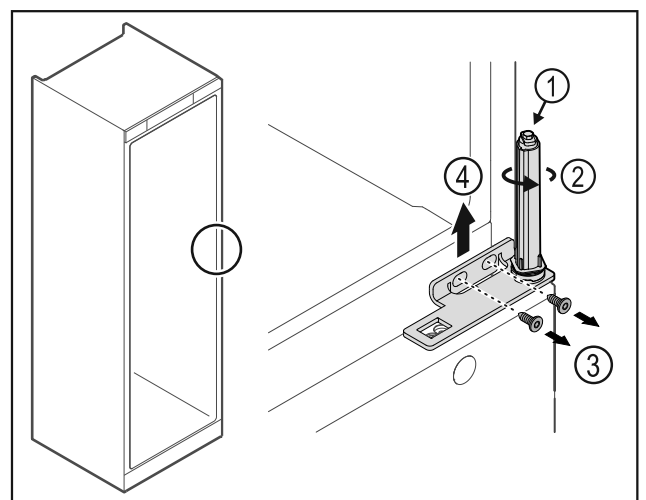

Fig. 32
- Türschließsystem nicht zerlegen Fig. 32 (1).
- Schließsystem Fig. 32 (2) drehen, bis es klickt.
- Schrauben Fig. 32 (3) lösen, Scharnierwinkel nach oben abnehmen Fig. 32 (4).